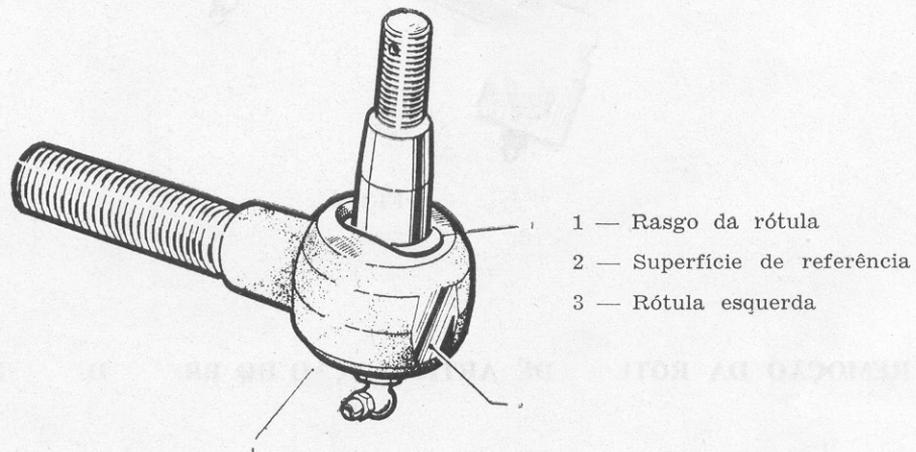

FIG. 3
**IMPORTANTE:** — As rótulas terminais de articulação direita e esquerda das barras de ligação sobre os braços da manga de eixo não são intercambiáveis. É, portanto importante saber distinguí-las. A peça esquerda possui uma superfície plana, representada na Fig. 3. Na ausência desta superfície deve-se orientar a parte externa do rasgo ovalizado de maneira que fique inclinada para a frente do veículo.